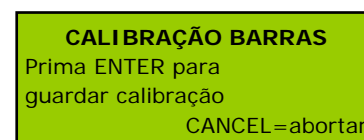

Figura 19.
- Quando se finaliza a rotação em vazio (o pino já contacta com a barra), solte o pedal e prima [ENTER] para armazenar o valor do ângulo girado em vazio. Nesta fase pode visualizar a informação que se mostra na Figura 19.